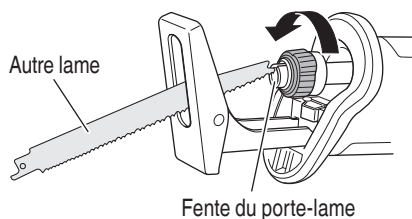

Fig. 10
- (1) Si une partie de la lame de scie cassée dépasse de la fente du porte-lame, sortir la partie saillante et retirer la lame.
(2) Si la lame de scie cassée est cachée à l'intérieur de la fente, accrocher la lame cassée au moyen de la pointe d'une autre lame de scie et la retirer. (Fig. 10)